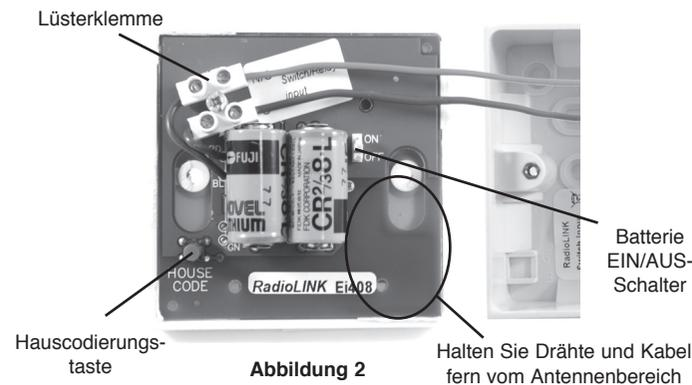

Abbildung 2
3. Schalten Sie die integrierte Batterie ein, indem Sie den gelben Batterieschalter in die Stellung "ON (Ein)" schieben (siehe Abbildung 2).
4. Drücken Sie die Hauscodierungstaste (dargestellt in Abbildung 2) und halten Sie diese gedrückt, bis die rote LED auf der Frontplatte des Ei408 konstant leuchtet. Sobald die LED aufleuchtet, lassen Sie die Hauscodierungstaste los. Die rote LED sollte langsam zu blinken beginnen (signalisiert, dass Ei408 ein eindeutiges Hauscodierungssignal sendet).
Es gibt keine Garantie dass bei bestimmten Installationen keine Störungen auftreten. Störungen vom Rauchwarnmelder-System können ermittelt werden, indem das gesamte System ausgeschaltet wird. Um das Ei408 Modul auszuschalten, entfernen Sie die Frontplatte und schieben Sie den gelben Batterieschalter in die Stellung "OFF (Aus)" (siehe Abbildung 2). Lesen Sie die beiliegenden Anleitungen der anderen Produkte, um sich über diese zu informieren. Der Anwender ist angehalten die Störung durch eine oder mehrere der folgenden Maßnahmen zu beseitigen:
Wenn Sie diese Anleitung gelesen haben, Ihr Ei408 aber nicht funktioniert, wenden Sie sich bitte an den nächstgelegenen Kundendienst, dessen Anschrift am Ende dieser Broschüre aufgeführt ist. Wenn das Gerät zur Reparatur gegeben oder ausgetauscht werden muss, polstern Sie die Verpackung aus und klemmen Sie die Batterie ab. Schieben Sie den Schalter in die Stellung "OFF (Aus)" (siehe Abbildung 2). Schicken Sie es an die nächstgelegene "Kundendienst- und Informationsstelle", die auf dem Ei408 oder in dieser Broschüre aufgeführt ist. Beschreiben Sie die Art des Fehlers, nennen Sie die Verkaufsstelle und das Kaufdatum.